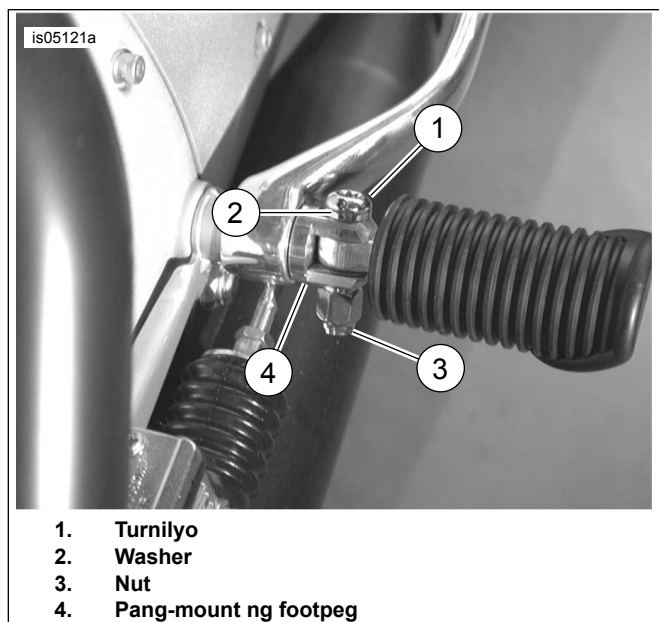

Figure 2. Pagkakabit ng Turnilyo ng Footpeg
2. Figure 2 Ikabit ang footpeg gamit ang **bagong** washer (2) at turnilyo (1).
3. Ikabit ang **bagong** nut (3). Higpitan.